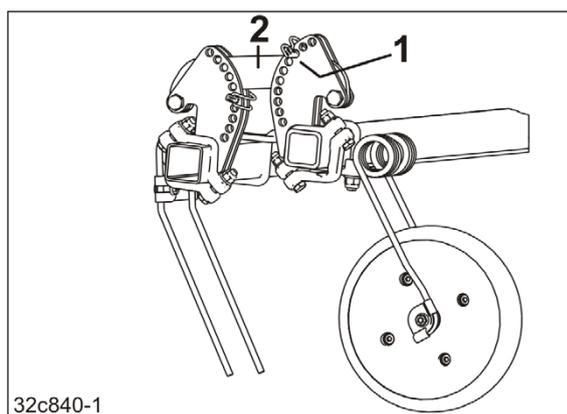

Fig. 140
3. El ajuste de la profundidad de trabajo de las púas de la rastra se efectúa posicionando la grapa elástica para tubos (Fig. 140/1)
- o encima de la dirección (Fig. 140/2),
Cuanto más abajo se fije la grapa elástica para tubos (Fig. 140/1), mayor será la profundidad de trabajo.